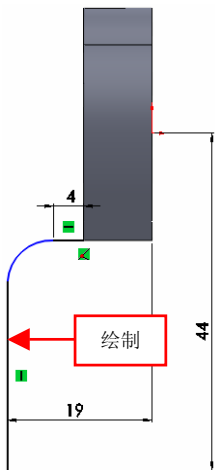

图 15-33 绘制草图对象
(4) 单击【草图绘制】按钮，选取右视基准面为草图绘制基准面，进入草图绘制环境，绘制草图对象，如图 15-33 所示。